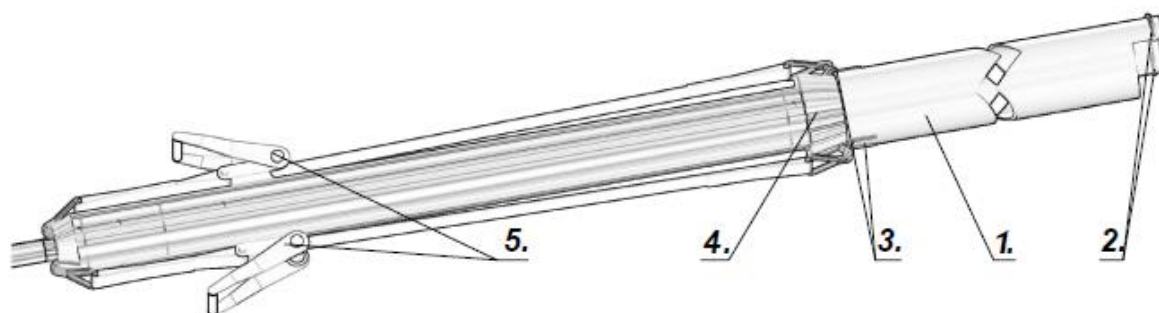

Figura 9.10.1
Batera tevilor din oțel este indicată prin următorii pași (Figura 9.10.1.):
- a) La începutul tevii (1) din oțel – capătul care intră în pământ - trebuie sudate două inele (2); Inelele se confecționează pe loc din fier-beton (aprox. 6-12mm diametru). Mai întâi, se sudează inelul exterior (sudura realizându-se continuu spre vârful tevii), apoi pe interiorul tevii. Inelele au rolul de a realiza o fantă de penetrare a tevii în pământ mai mare decât grosimea peretelui tevii și astfel a facilita înaintarea tevii prin reducerea frecării precum și îndepărtarea reziduurilor după finalizare. La capătul tubului (3) sunt sudate două urechi pentru a atăsa chingile (pentru a conecta racheta la tevile din oțel), urechile se confecționează tot din fier-beton de min. 10mm
- c) Conul (4) trebuie să fie așezat în teava din oțel. Funcție de diametrul tevii, se folosesc toate conurile începând de la cel mai mare (adecvat tevii) până la cel mai mic (de 90-190mm); conurile se introduc unul în altul formând astfel un corp compact în care se introduce apoi vârful rachetei.
- e) Racheta Max trebuie să fie poziționată cu capul înainte în con (4) și fixată ferm cu ajutorul chingilor (5) pentru stabilirea conectării cu teava. Chingile de pe o parte tin urechile sudate pe tub și mansonul de pe cealaltă parte este în contact cu racheta MAX (consultați figura 9.10.1).